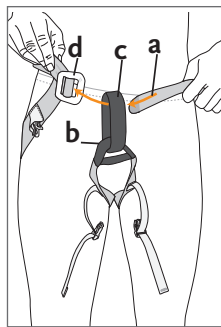

Figure 2
1. Tenez la ceinture (a) autour de votre taille (Figure 2).
2. Remontez jusqu'à la ceinture le pont du cuisard (b) situé entre vos jambes (Figure 2).